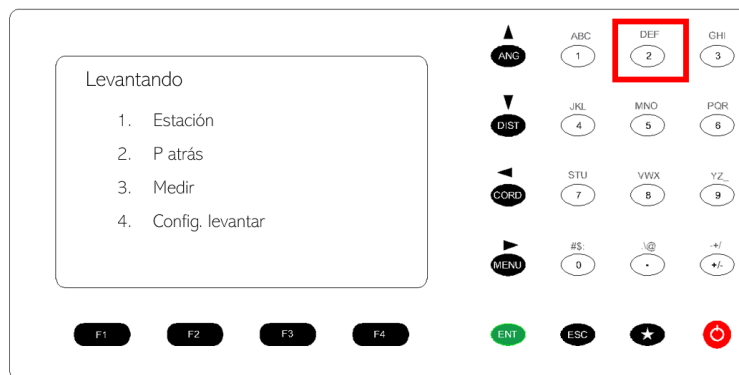

Figura 46. Orientación a un punto conocido.
23. En la nueva ventana, seleccionar la opción 2. P atrás, para poder orientar la estación con respecto a un punto conocido. Figura 46.